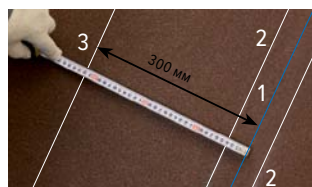

Рис. 38
1. Линия установки вертикального гонта (Рис. 38 — 2)*. От центральной оси ендовы (Рис. 38 — 1) отступаем по 40 мм в обе стороны.
2. Линия фиксации вертикального гонта (Рис. 38 — 3) гибкой черепицы на расстоянии не менее 300 мм от оси ендовы.